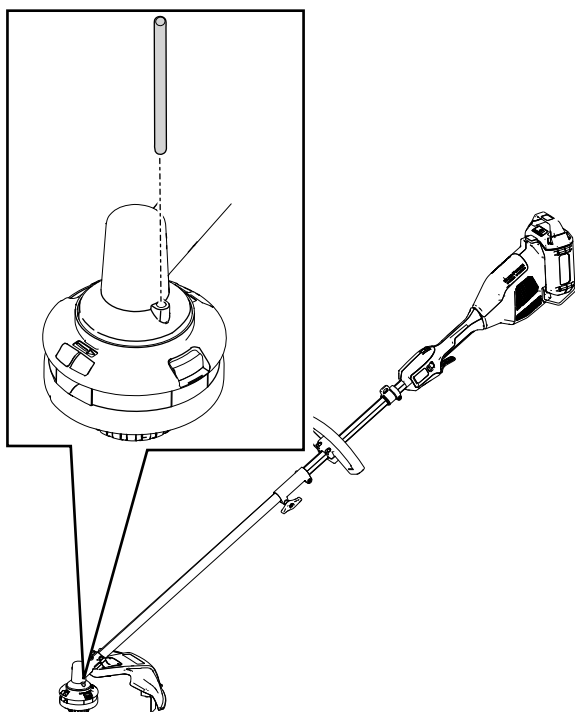

Figure 17
2. Insérez un outil de petit diamètre (comme un tournevis) dans le boîtier du moteur et dans la rainure du ventilateur pour immobiliser la tête de coupe et l'empêcher de tourner toute seule (Figure 17).